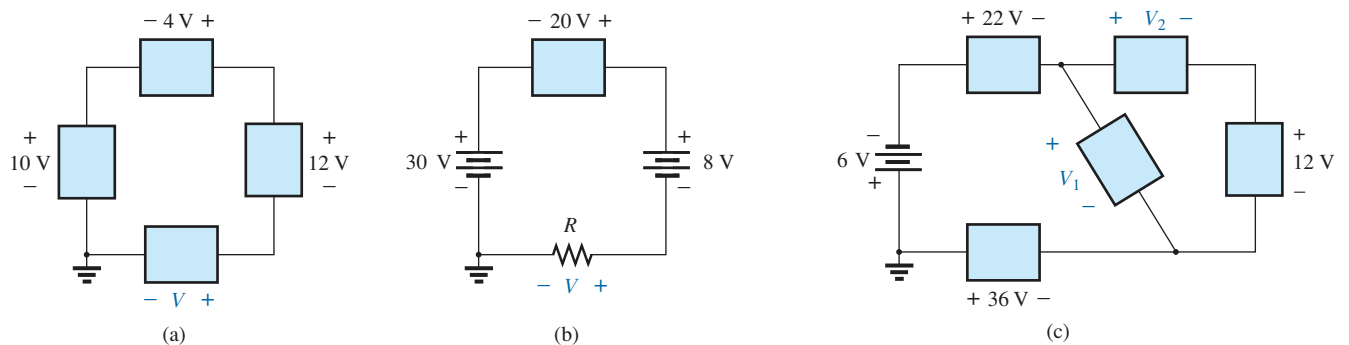

FIG. A4.105
21. Aplicando la ley del voltaje de Kirchhoff, determine los voltajes desconocidos para los circuitos de la figura A4.105.